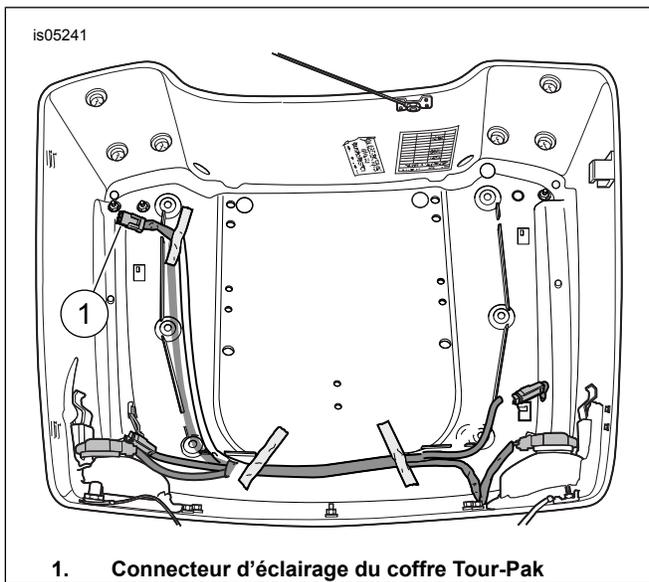
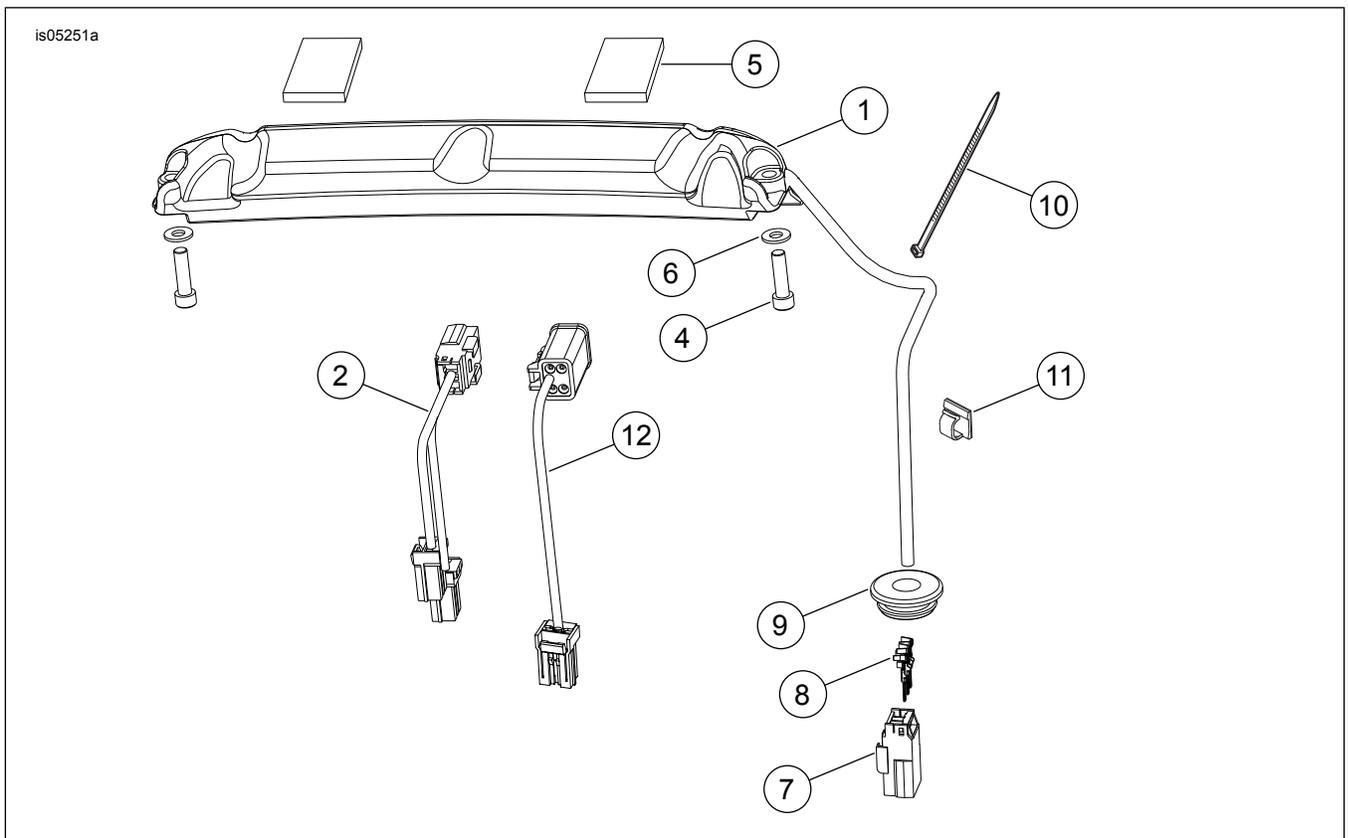

Figure 3. Connecteur de faisceau de fils de coffre Tour-Pak
Figure 5. Pièces de rechange : Éclairage DÉL du porte-bagage
Voir Figure 5 et Tableau 1.
7. Voir Figure 5 et Tableau 1. Placer les plaquettes en mousse (5) sur la surface supérieure du feu.
8. Attacher le feu (1) au porte-bagages avec les vis à tête creuse (4) et les rondelles (6).
15. Voir Figure 3. Fixer le faisceau en Y (élément 2, Figure 5) au connecteur mâle à trois broches (1) du faisceau Tour-Pak.
18. Voir Figure 5. Se reporter à l'annexe électrique du manuel d'entretien pour installer les broches de borne (8) sur les fils de feu de porte-bagages et installer les bornes sur le boîtier à trois prises mâle (7) comme suit :